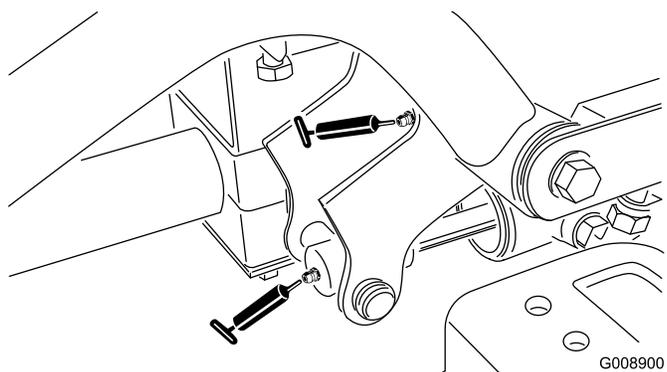

図 34
- ・ 右前昇降アームのピボット昇降シリンダ (2ヶ所) (図 34)